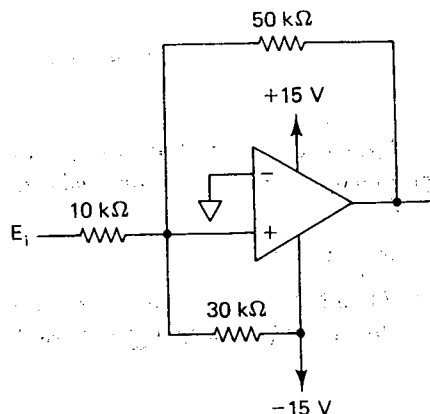

FIGURA P4-10
- 4-10. Para el circuito de la figura P4-10 calcule (a) V_{ctr} ; (b) V_H ; (c) V_{UT} ; (d) V_{LT} . Suponga que $\pm V_{sat} = \pm 15$ V.